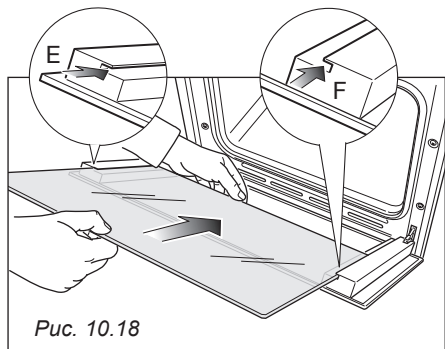
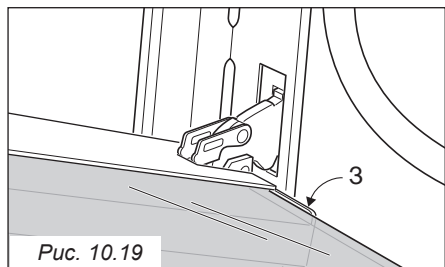

Рис. 10.18
Рис. 10.19
- Вставьте внутреннее стекло в левую Д и правую Е боковые направляющие (Рис. 10.18) и слегка прижмите его к стопорам 3 (Рис. 10.19).